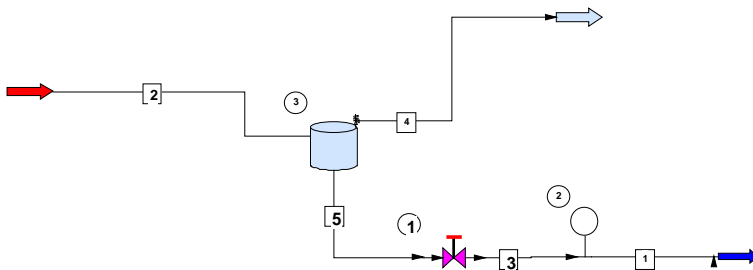

Рис. 5 – Стабілізація рівня рідини в резервуарі за допомогою ПІД-регулятора
3. Побудувати технологічну схему відповідно до рис. 5. Ввести роботу моделі в статичний режим: **Run/Convergence/SteadyState**.